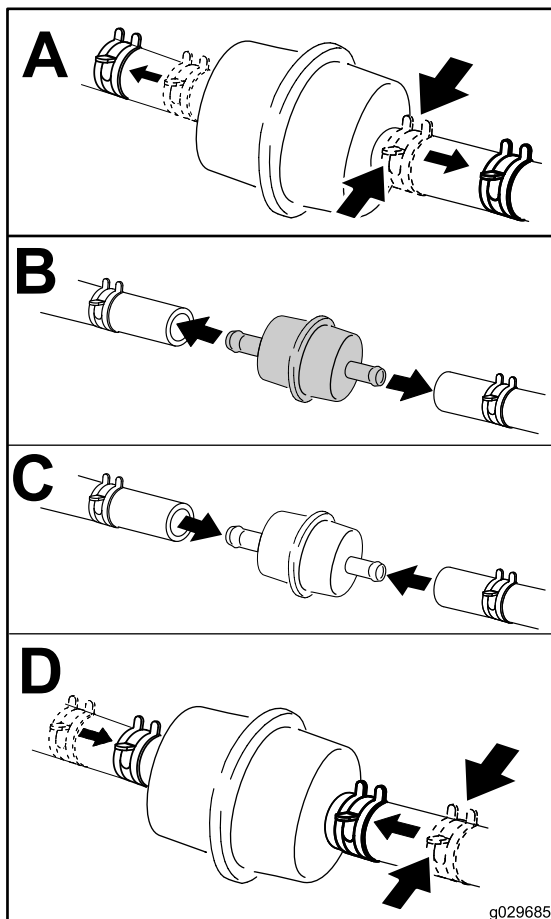

Figura 42
5. Cambie el filtro de combustible (Figura 42).